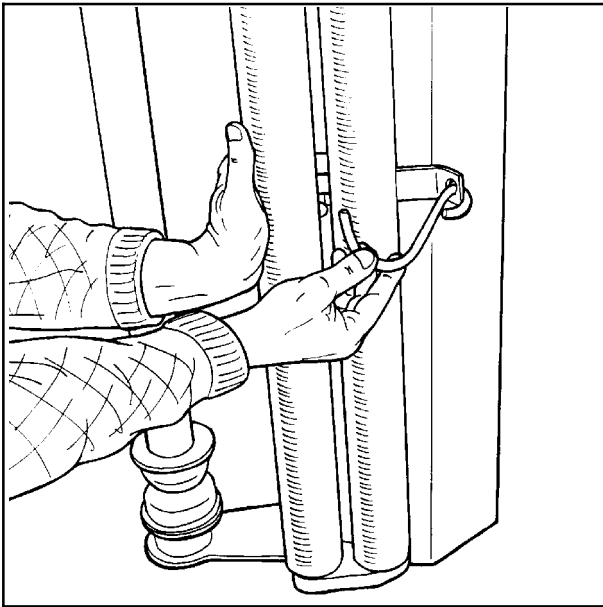

Bild 5-1
- 5.1** Zum Einlegen der Folie die Vorspannrollen zur Seite halten. Die Rollen an der Seite festhalten und den Halter aufsetzen, siehe Abb. 5-1.